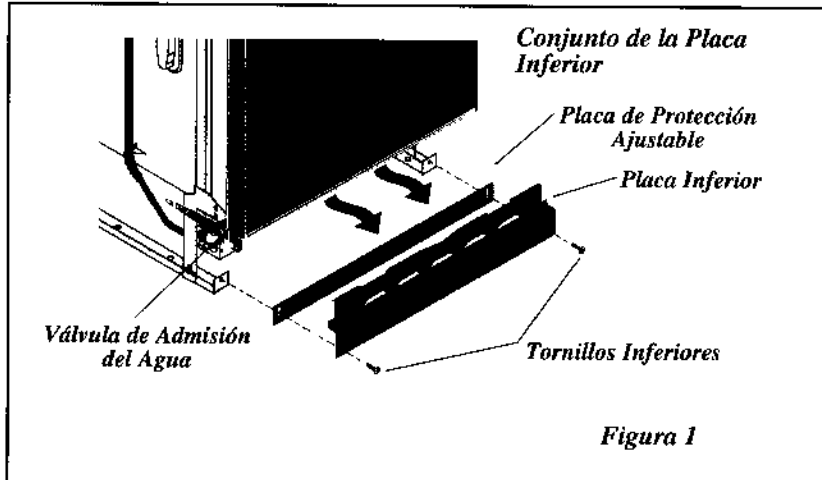

Figura 1
1. Saque los dos (2) tornillos en la parte delantera del conjunto de la placa inferior usando un destornillador Phillips #2.
2. Inclíne y tire hacia adelante para sacar. (Figura 1).